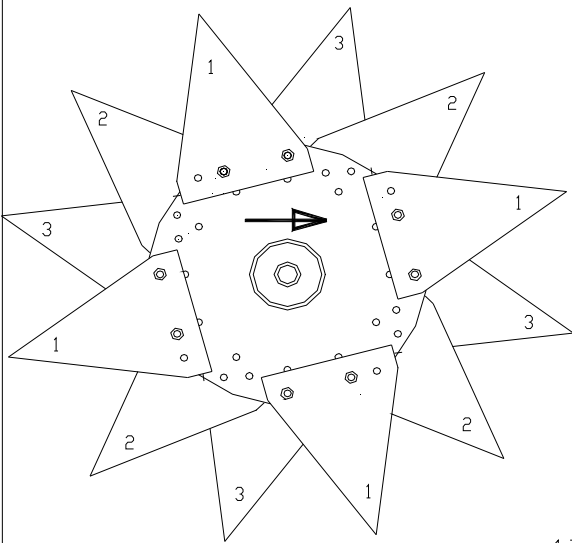

Fig. 4.
7. De Truckstermessen (standaard bij de machine geleverd) kunnen op de rotor worden gemonteerd, zoals weergegeven in Fig. 4. In Fig. 4 worden vier messen gelijkmatig op een schijf bevestigd. Op de volgende schijf moeten de messen met een verloop worden gemonteerd. In Fig. 4 wordt dit aangegeven met een cijfer op de messen. 1 betekent de eerste schijf, enz.. Monteer de messen op precies dezelfde manier als in Fig. 4. Zie hoofdstuk 12 voor meer informatie over messen en de montage.